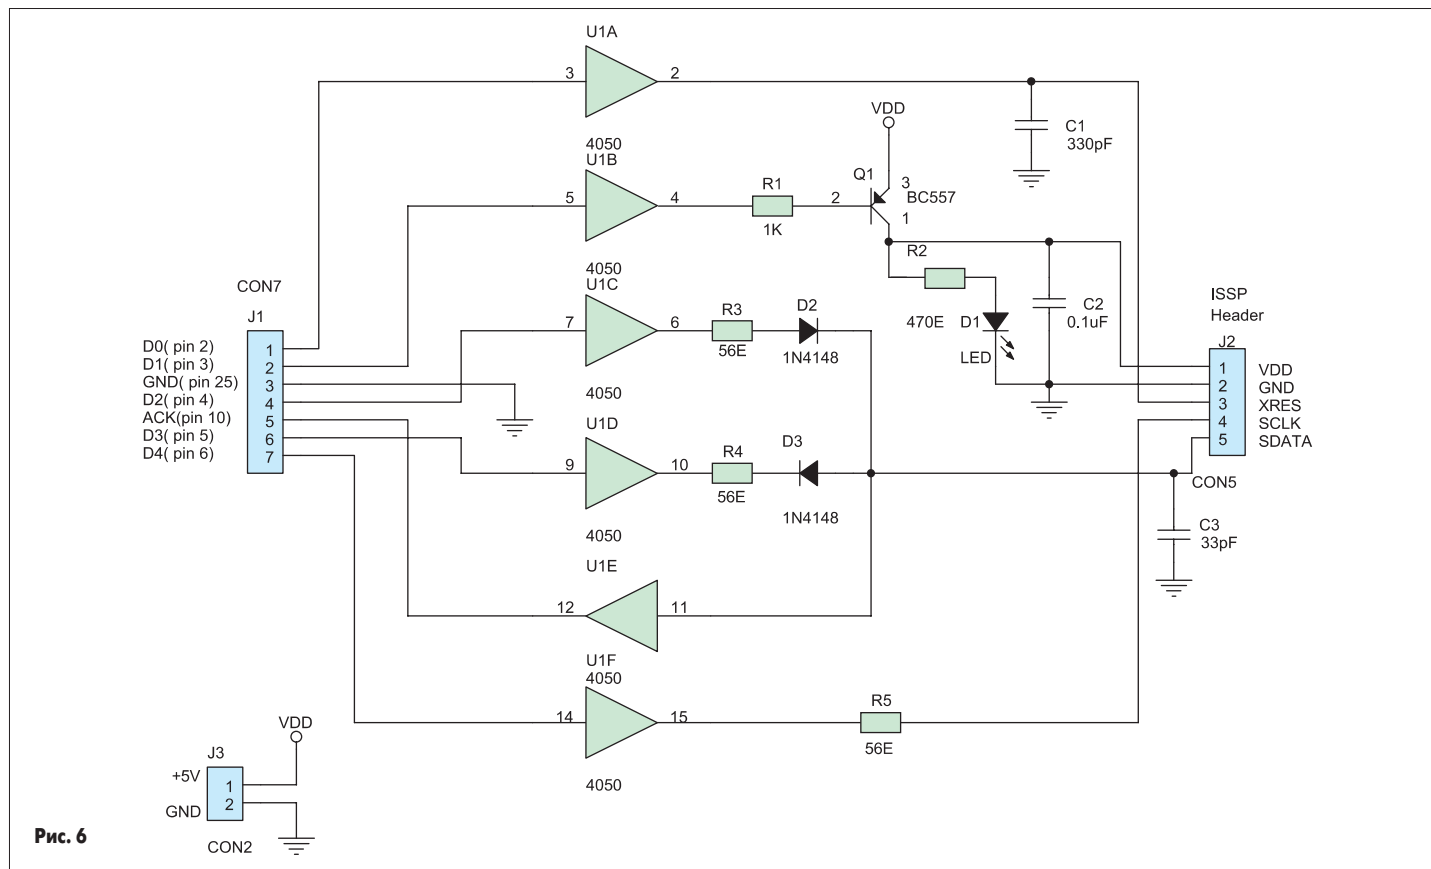

Рис. 6
**Вариант 2.** Программатор для PSoc можно сделать самому. К счастью, Cypress держит открытым протокол программирования и схему программатора (рис. 6). Все необходимое всегда можно найти в Интернете по адресу